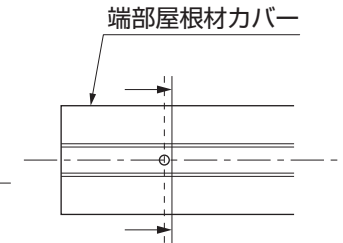

図3-4
- 切断位置と既存穴が重なる場合はずらして切断してください。(図3-4参照)